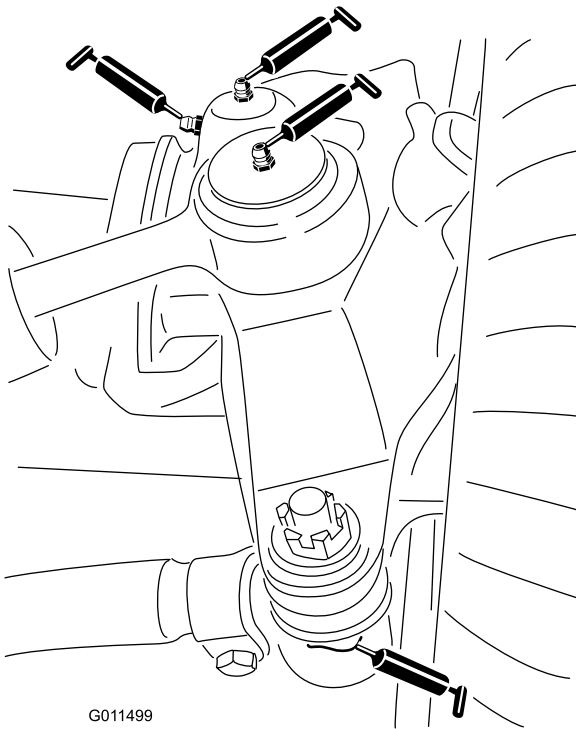

Bild 43
- Zwei Lenkzylinder-Kugelgelenke (Bild 43)
- Zwei Spurstangen-Kugelgelenke (Bild 43)
- 2 Achsschenkelbüchsen (Bild 43).